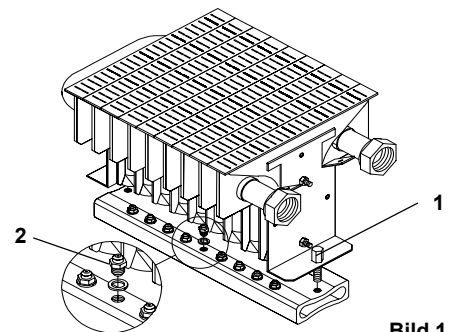

Bild 1
- die vordere Sechskantschraube der Gasverteilerbefestigung (**1**, Bild 1) entfernen